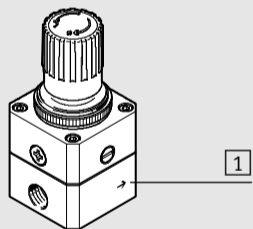

Fig. 1 / Bild 1
- Beakta flödesriktningen från 1 till 2. Pilen [1] på produktens hus fungerar som orientering (→ Bild 1).